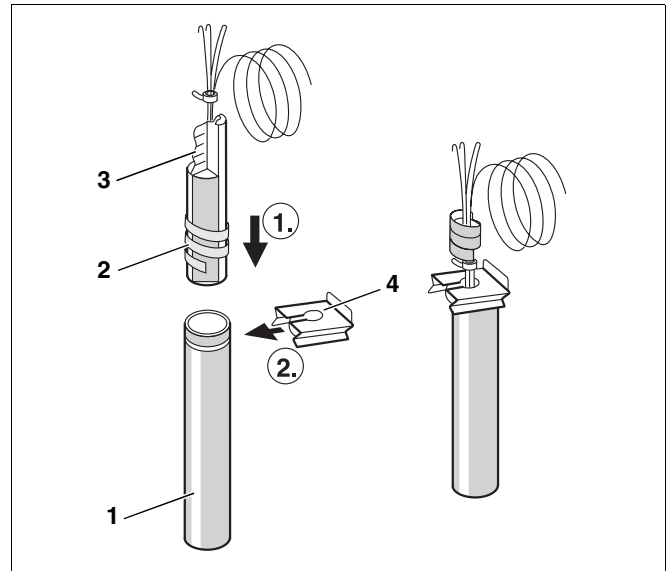

Abb. 4 Fühler montieren (Prinzipabbildung)
- Die Kunststoffspirale (Abb. 4, **Pos. 2**) zum Zusammenhalten der Fühler schiebt sich beim Einstecken automatisch zurück. Um den Kontakt zwischen Tauchhülse (Abb. 4, **Pos. 1**) und Fühlerflächen zu gewährleisten und somit eine sichere Temperaturübertragung herzustellen, muss die Ausgleichsfeder (Abb. 4, **Pos. 3**) zwischen den Fühlern eingeschoben sein.
- Fühlersicherung von der Seite oder von oben auf den Tauchhülsekopf drücken (Abb. 4).